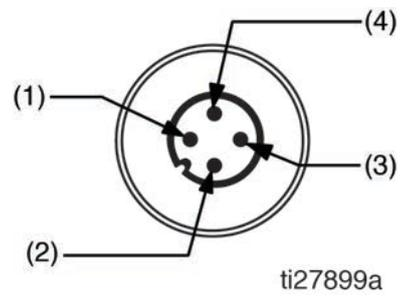

FIG. 13
**Référence 124594 : Connecteur mâle Eurofast à 4 broches à brancher sur le terrain (FIG. 13)**